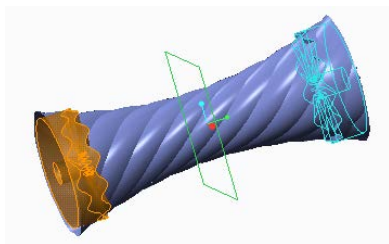

图 5-123 镜像曲面
- 09** 单击“编辑”组中的“镜像”按钮, 将两个可变截面扫描的曲面镜像至 TOP 基准平面的另一侧, 如图 5-123 所示。